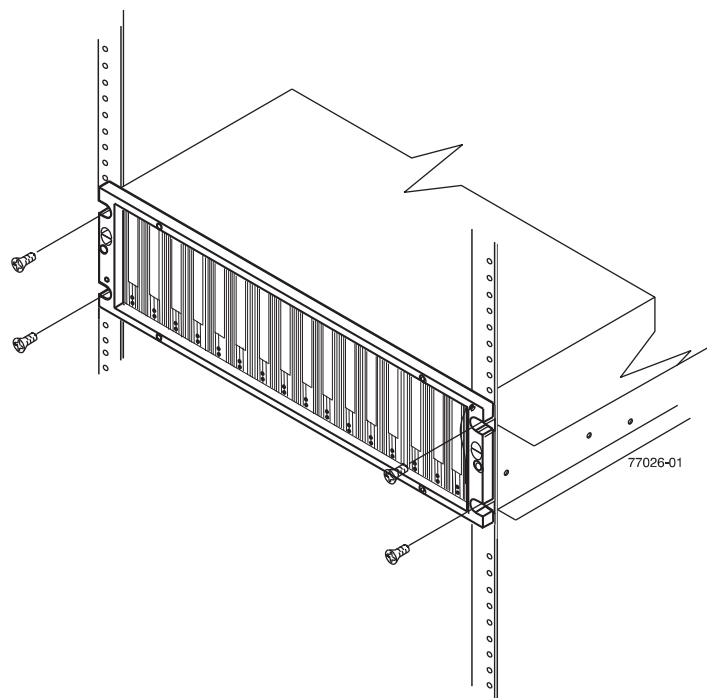

図 13. ラックへのストレージ拡張エンクロージャーの固定
4. ストレージ拡張エンクロージャーを固定します。33 ページの図 13 に、ストレージ拡張エンクロージャーをラックに固定する方法を示します。
- c. ストレージ拡張エンクロージャーの前面を 4 個の M5 ねじを使用して、33 ページの図 13 に示すように固定します。